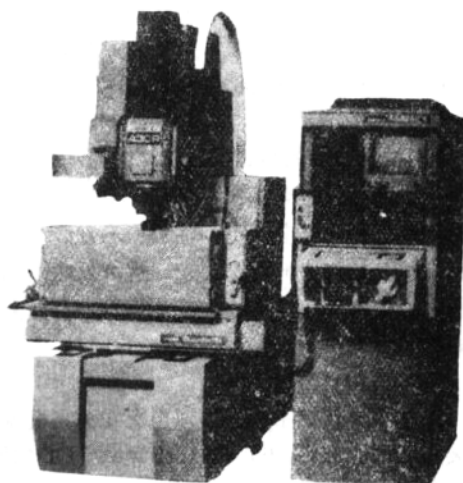

图1-3 A3CR电火花成型机床外形
2. 日本Sodick公司A3C-R, A5C, A10C 电火花成型机床见表1-5, 其中A3C-R电火 花成型机床见图 1-3。